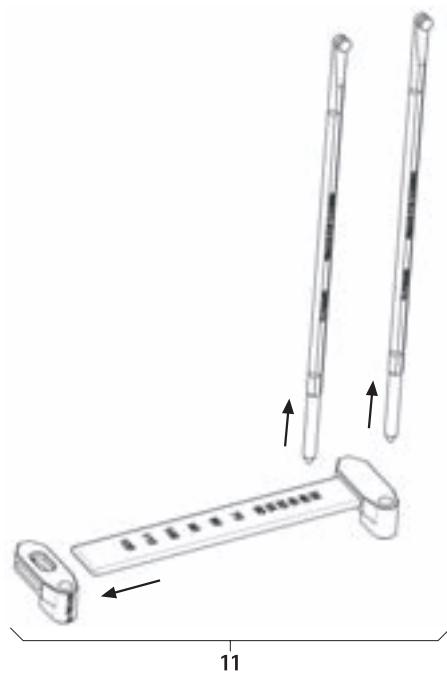

Fig. 7
- Demontera stavlängds-mästinstrument 11, se Fig. 7.